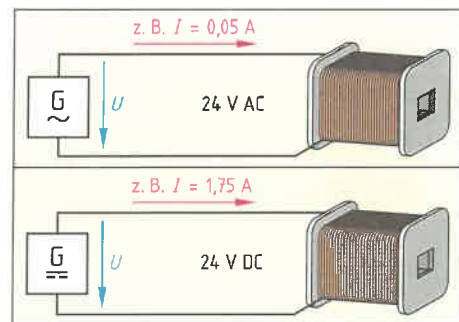

Bild 2: Spule an AC und an DC
2. Erklären Sie mit dem Induktionsprinzip und der lenzschen Regel, warum der Strom in einer Schutzspule, z. B. bei AC 24 V, wesentlich kleiner ist, als in derselben Spule bei DC 24 V (**Bild 2**).